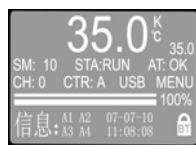
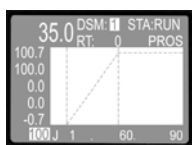
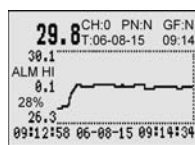
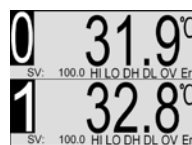

图 5.2
图 5.3
图 5.4
图 5.5
- ① 液晶显示窗
- ② “ENTER” 确认键。当光标移动到设定项目，设定项反白显示，点按则进入该设定项的设置，设定完成后，再按该键则退出设定。
- ③ “MOV” 按键：在正常显示状态下用于切换显示主测控画面（图 5.2）、工艺曲线画面（图 5.3）、实时曲线及历史记录、报警记录查询画面（图 5.4）、简明浏览画面（图 5.5）、全通道集中显示画面（图 5.6）、极值保持画面（图 5.7）；在数值设定状态下用于移动选择设定的数位；在设定项反白显示时用于快速返回；